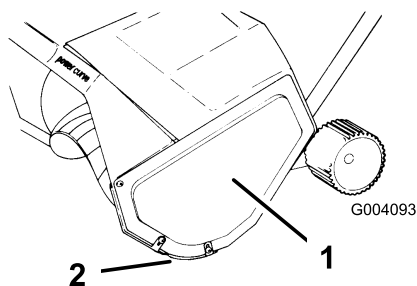

Figura 15
Nota: Se non riuscite a togliere l'albero del rotore trattenendo il rotore, togliete il carter sinistro e il pattino (Figura 15).
1. Togliete le tre viti che fissano la piastra laterale sinistra al telaio dello spazzaneve (Figura 15).
1. Togliete le tre viti che fissano la piastra laterale sinistra e il pattino al telaio dello spazzaneve (Figura 15).